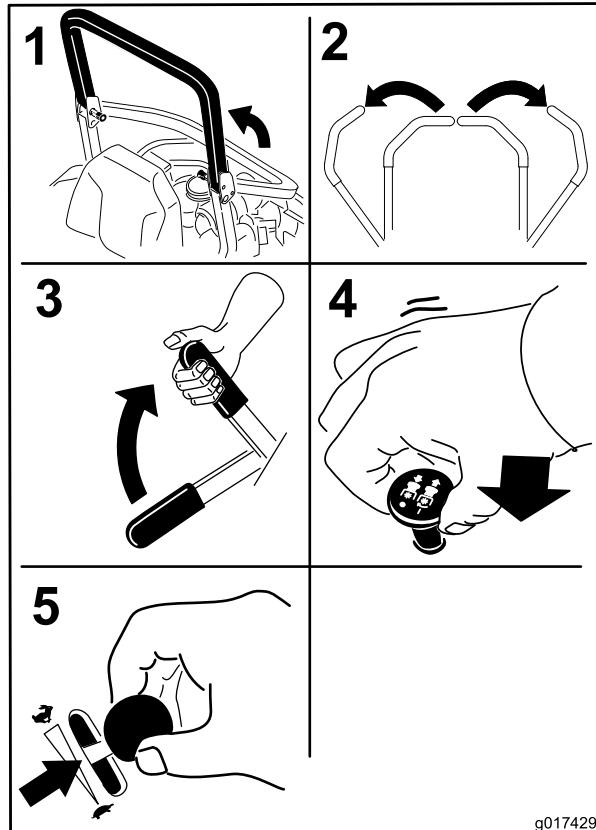

図 18
- ブレード制御スイッチ (PTO) がOFF位置になっていることを確認する（図 18）。